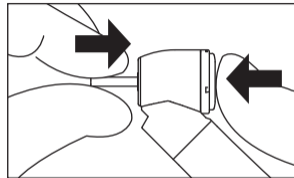

Fig. 5
1) Insérez la fraise jusqu'à ce qu'elle soit bien correctement positionnée. (Fig. 5)